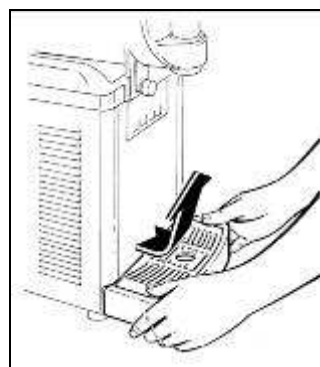

Fig. 10
- **D**esmonte el recogegotas girando un poco hacia el alto y tirándolo hacia el exterior (Fig.10).